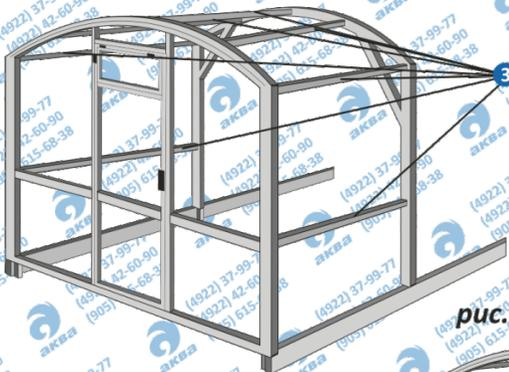

рис. 4
5. Крепим цельносварной торец (поз. 4) и проходную дугу (поз. 5) соединителями (поз. 3), как показано на рис. 4